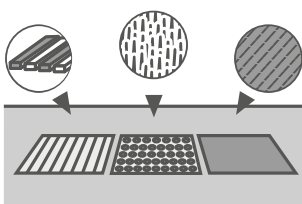

Рисунок 9
- 13.6 На входах в помещение обязательно использовать грязезащитные покрытия, которые не допускают попадание влаги на поверхность антистатического линолеума ПВХ. Для общественных (коммерческих) помещений на входах в здание обязательно использовать трёхступенчатую грязезащитную систему (общая длина системы должна составлять не менее 7 м) (см. Рисунок 9):